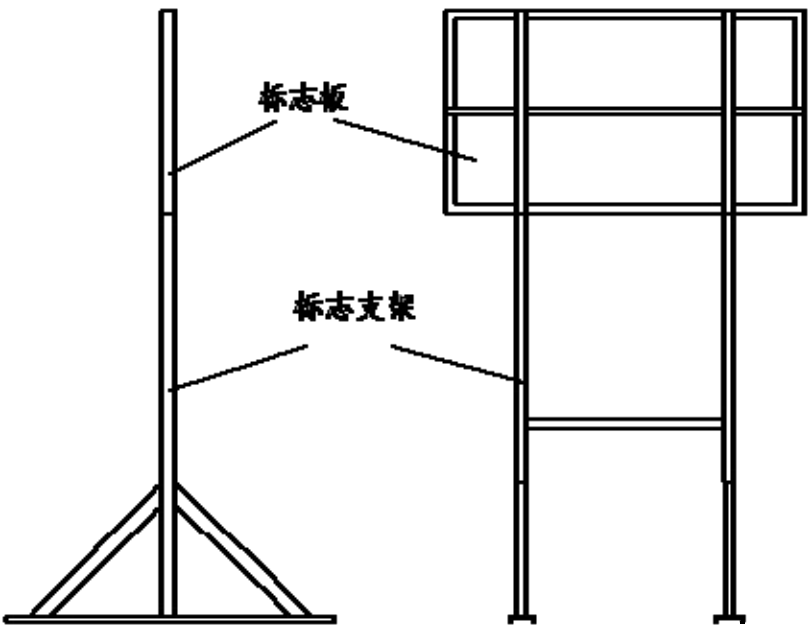
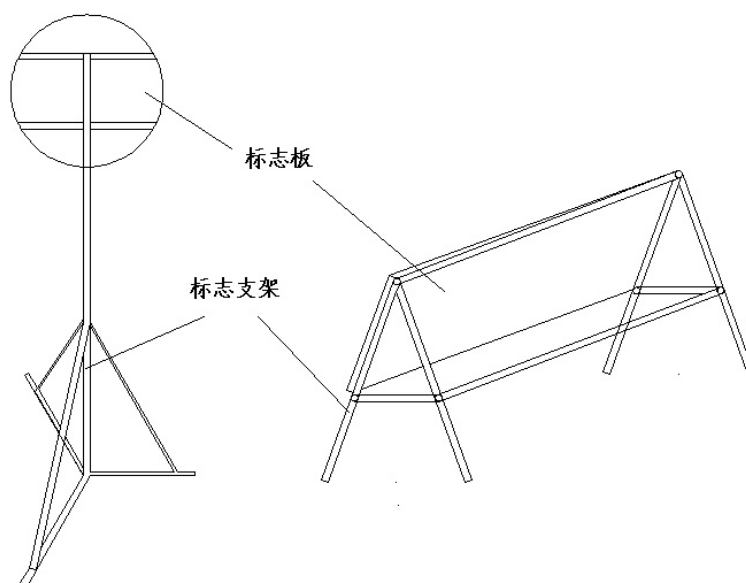
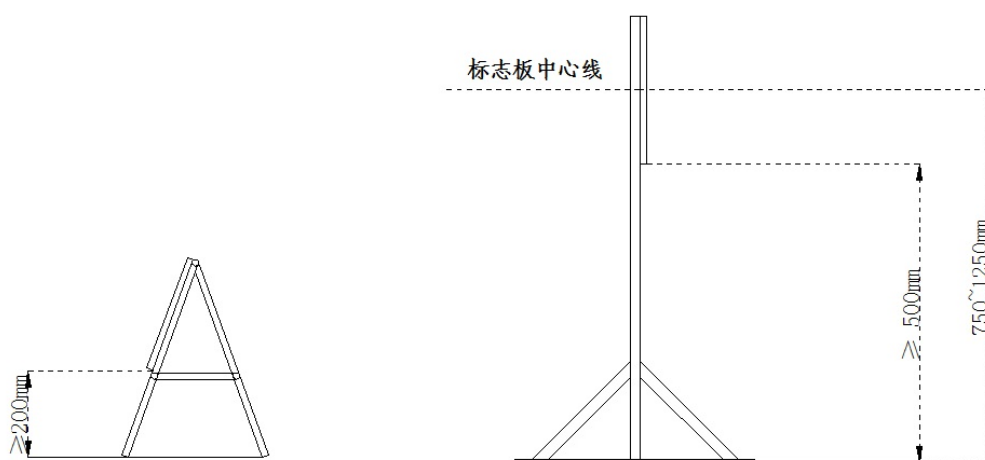

图8
图9
图10
- 6.3.1.6 接料口门洞部位，应设置限高、限宽、限速、禁止停留、当心落物和反光安全标志，参见附录 E 图 8。
- 6.3.1.7 沥青拌合站高温作业区，在隔离区域醒目位置设置“禁止入内”、“当心火灾”、“当心中毒”、“当心烫伤”标志，参见附录 E 图 9。
- 6.3.1.10 拌合站安全标志设置参见附录 E 图 8。
- 6.3.2.1 预制作业区域，在预制台座适当位置，应设置台座标识牌，参见附录 E 图 10。
- 6.3.2.2 预制作业区域，龙门吊等设备醒目位置，应设置“禁止攀登”、“注意安全”和“必须戴安全帽”标志，参见附录 E 图 10。
支架可采取图 8、图 9、图 10 所列几种形式，并符合以下规定：
7.2.1 安全标志牌安装好后，标志牌下缘应在支撑面 200mm 以上；当标志是一个路障时，标志板下缘部分应在支撑面 500mm 以上，标志板中心线应在支撑面 750mm 到 1250mm 之间，见图 10；安装后的标志板面应与观察者视线近似垂直。